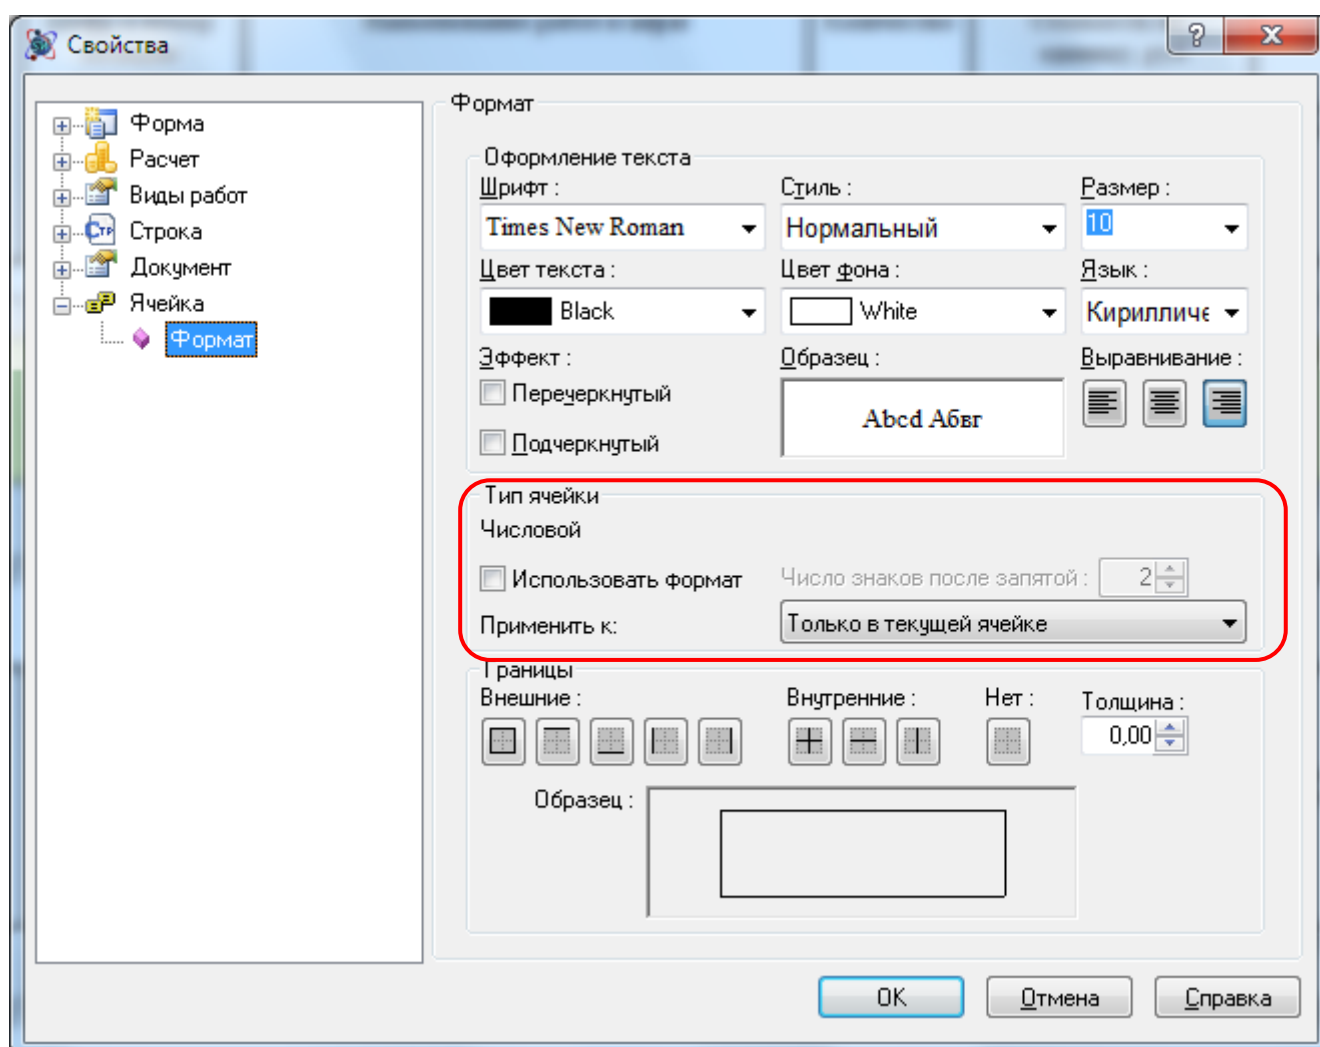

Рис. 4.2 Диалоговое окно Свойства, раздел Ячейка/Формат
2. В открывшемся диалоговом окне *Свойства* перейти в раздел **Ячейка/Формат** (рис. 4.2).